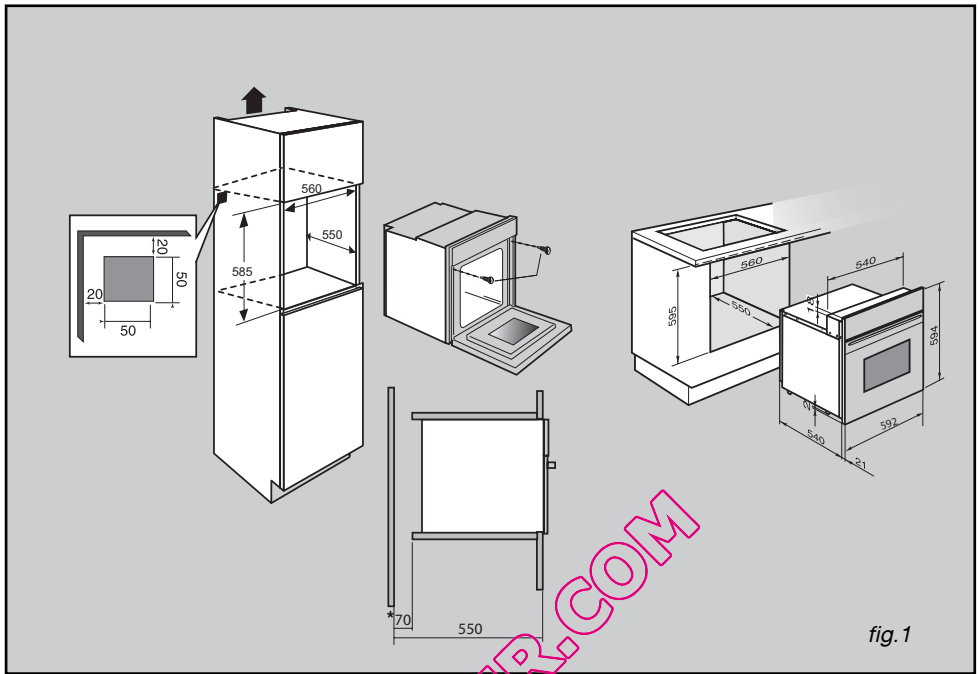

fig. 1
- Pour plus de stabilité, fixez le four dans le meuble par 2 vis au travers des trous prévus à cet effet sur les montants latéraux (fig.1).
### • Grille sécurité avec poignée (fig.1)
- Ouvrez complètement la porte et la bloquer à l'aide de deux butées rouges (fig.1).